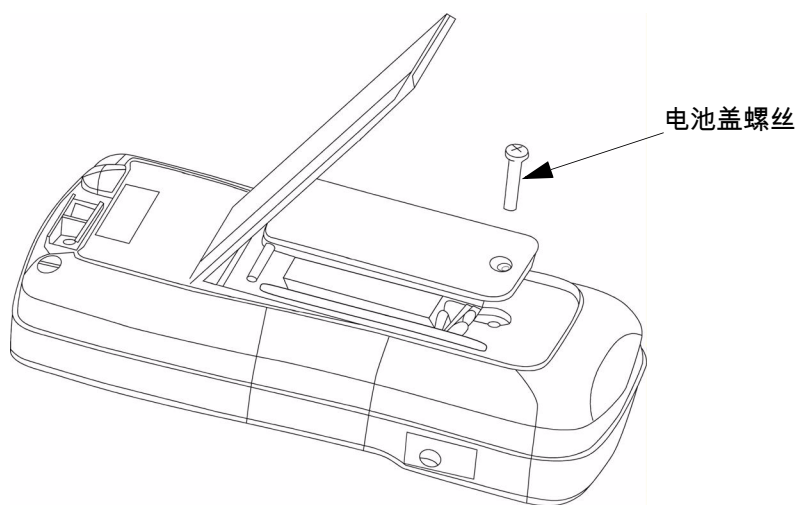

图 3-1 电池更换
- 1 使用适当的螺丝起子拧下螺丝，并取下电池盖，如 图 3-1 中所示。